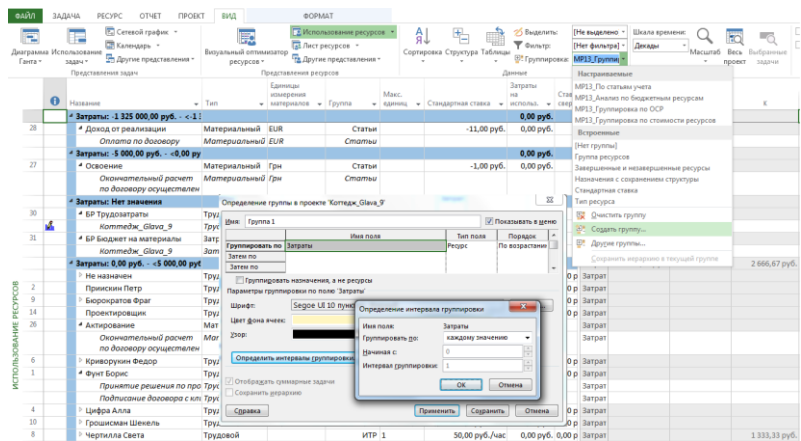

Рисунок 8.11 – Настройка группировки по стоимости ресурсов
6. По желанию можно выбрать шрифт, цвет фона ячеек и узор, Рисунок 8.11.